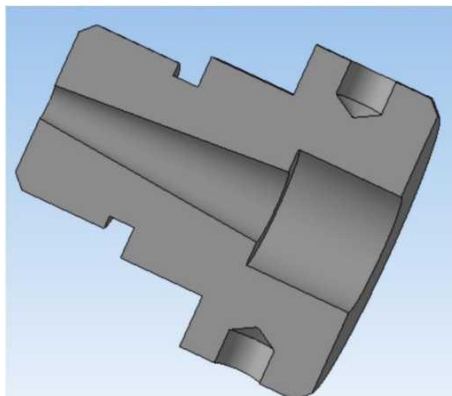

Рисунок 9.
8. Для точной проверки всех внутренних размеров детали сделаем вырез по плоскости ZY, для чего на панели инструментов *Компактная* выберем **Редактирование детали 1** и нажмем кнопку **Сечение поверхностью 2** и выберем плоскость ZY 3, рисунок 9.